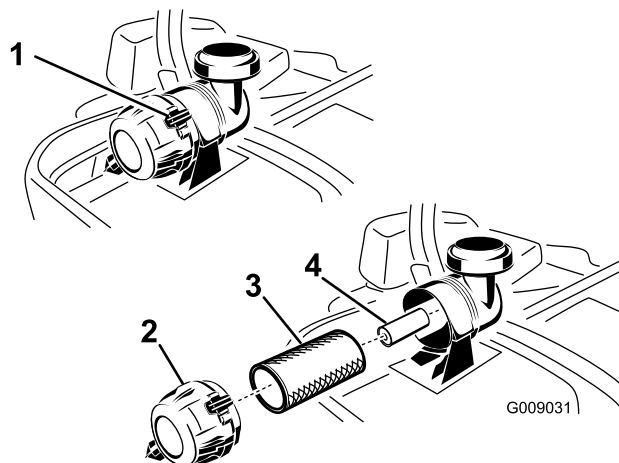

図 38
3. エアクリーナのリテーナクランプを押し下げて外し、エアクリーナのボディーからカバーを引き抜く図 38。
5. 次フィルタをゆっくり引き抜くようにしてエアクリーナのボディーから外す図 38。ボディーの側面にフィルタをぶつけないように注意すること。
1. ペーパーフィルタは清掃しないで交換する図 38。
2. 二次フィルタを交換する場合には、十分に注意しながら、フィルタのボディーに挿入する図 38。
3. 一次フィルタをゆっくり押し込むようにして二次フィルタの上から取り付ける図 38。一次フィルタの外側リムをしっかり押さえて確実に装着してください。
ランプがカバーに適切にはまるように取り付ける図 38。